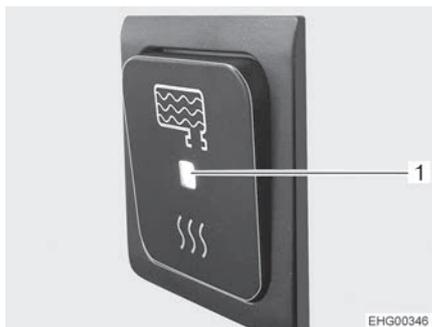

Fig. 98 Interruptor de encendido/apagado, conectado
Si el interruptor de encendido/apagado del control está conectado (Fig. 98), la calefacción del depósito de aguas residuales se encenderá en cuanto la temperatura exterior caiga abajo de 0 °C. De este modo, el depósito de aguas residuales queda protegido contra la congelación.
- Pulsar la parte inferior del interruptor de encendido/apagado. El visualizador LED (Fig. 98,1) está encendido.
- Pulsar la parte superior del interruptor de encendido/apagado. El visualizador LED (Fig. 98,1) se apaga.